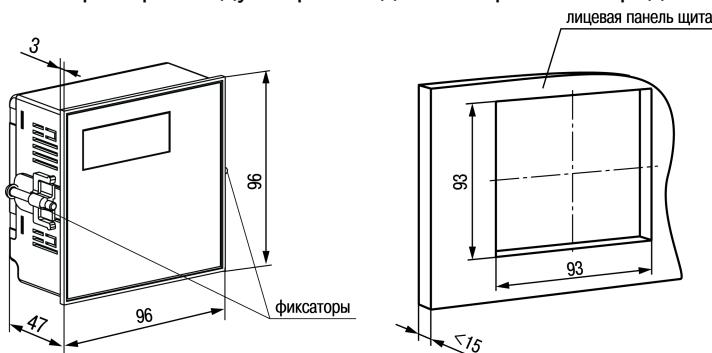

Рисунок 4.10 – Габаритные размеры корпуса Щ11
- Подготовить на щите управления монтажный вырез для установки прибора (см. рисунок 4.10).